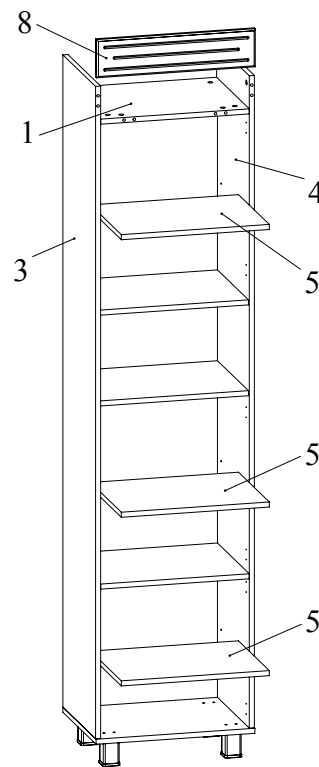

Рис.7
12. Установить фасадную планку 8 на крышку 1, боковины 3, 4 и зафиксировать, повернув конфирматным ключом головки минификсов по часовой стрелке до упора (Рис. 7).
13. Установить на полкодержатели полки 5 (Рис. 7).